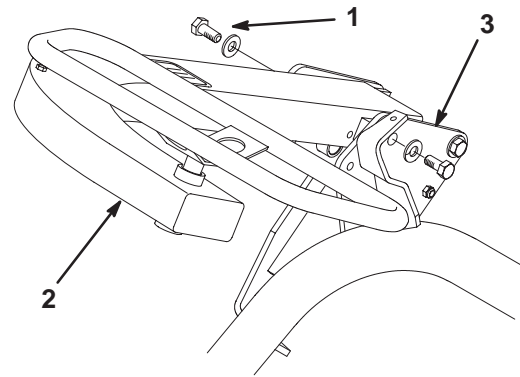

Figure 5
3. Sélectionnez le trou de montage voulu pour le confort de l'opérateur et fixez le bras avec les 2 vis (1/2 x 3/4") et rondelles (1/2") (une de chaque dans les pièces fournies séparées) (Fig. 5).